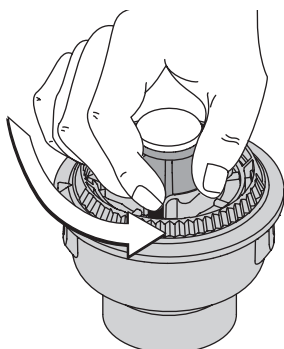

Fig. 23
Si le SpeedSpool^{MD} ne déroule pas le fil correctement, tirez fermement les extrémités du fil loin de la bobine (Fig. 23). Si cela ne suffit pas, suivez les instructions de *Nettoyage du SpeedSpool^{MD}*.
- Tenez la bobine extérieure et dévissez le bouton de butée à gauche (Fig. 23).